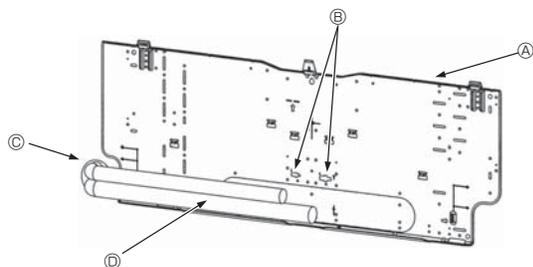

Fig. 3-5
- Ⓧ Vis de fixation (4 x 25) ②
- Ⓡ Plaque d'installation ①
3.3. Lors de l'insertion des tuyaux dans le mur (Fig. 3-5)